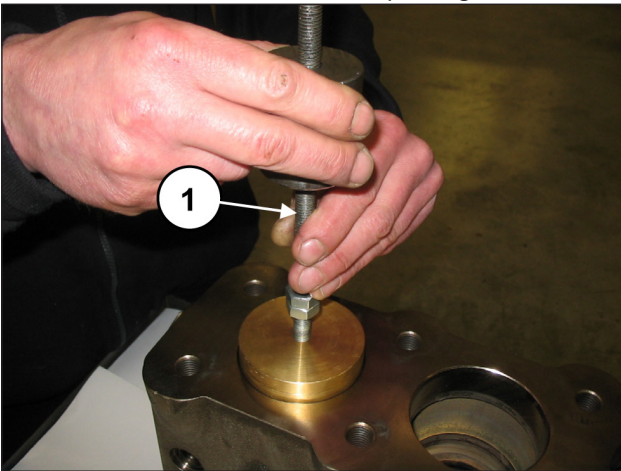

Fig. 108
Extraire le bouchon de soupape en appliquant un chasoir à inertie sur l'orifice M10 du bouchon (rep. ①, Fig. 108).